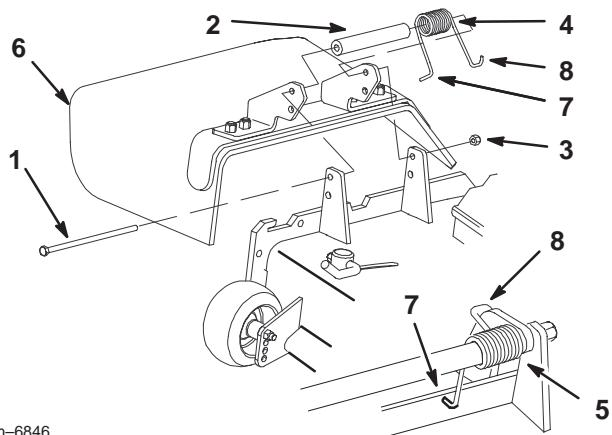

Figure 78
1. Retirez le contre-écrou, le boulon, le ressort et l'entretoise qui fixent le déflecteur aux supports de pivot (Fig. 78). Enlevez le déflecteur s'il est endommagé ou usé.
Remarque : Prenez soin de placer l'extrémité en **L** du ressort derrière le bord du plateau avant de mettre le boulon en place, comme indiqué à la Figure 78.
3. Remettez le boulon et l'écrou. Accrochez l'extrémité en **J** du ressort au déflecteur d'herbe (Fig. 78).